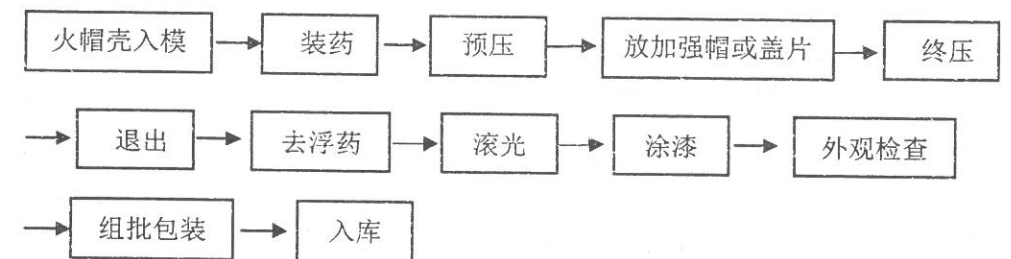

图 1 某针刺火帽装配工艺流程
3、图 1 为某针刺火帽的装配工艺流程, 试分析影响装药量准确性的因素。(15 分)